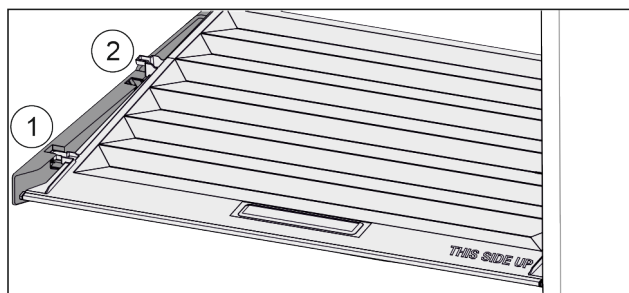

Fig. 116
- ▶ Veko potiahnite dopredu až k otvoru v prídržných dieloch Fig. 116 (1).
- ▶ Vzadu ho nadvihnite zospodu a zložte smerom nahor Fig. 116 (2).